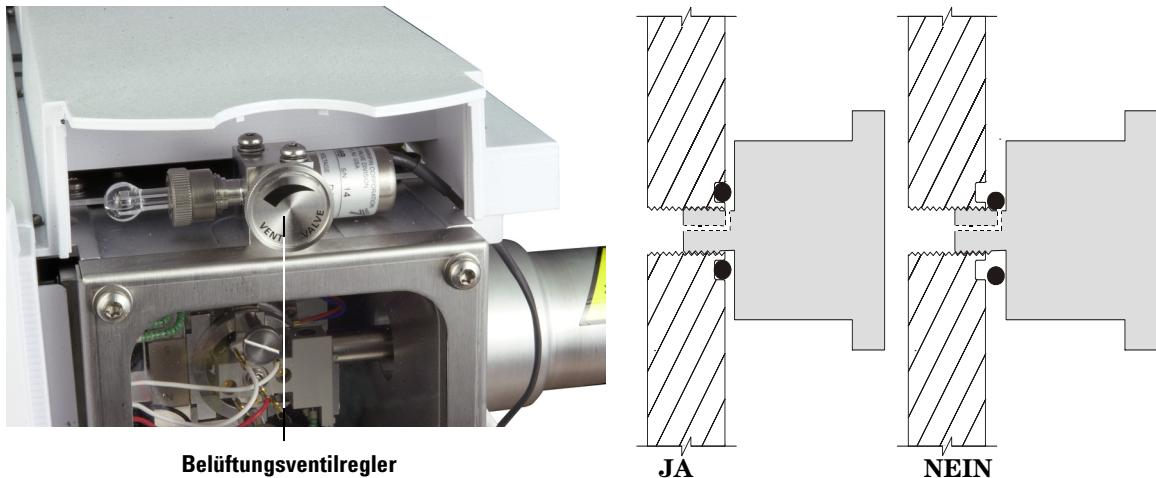

Abb. 20 Entlüften des MSD
- 6** Drehen Sie den Regler am Entlüftungsventil (Abb. 20) *nur* eine 3/4-Umdrehung entgegen dem Uhrzeigersinn bzw. bis Sie das Zischen eines Luftstroms in die Analysatorkammer hören.